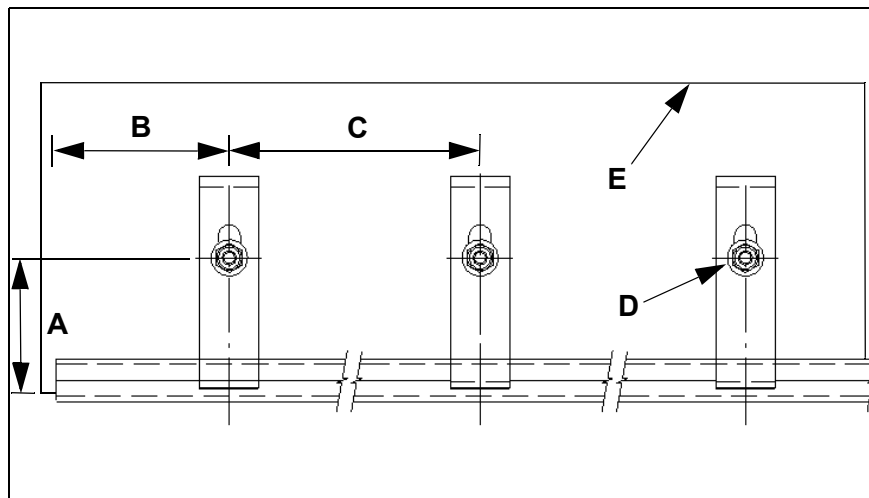

Abb. 2: Vue latérale des positions des embases d'angle
2. Tracer une ligne de 162 mm (180 mm pour un angle de courbure de 45°) sur la paroi de rampe (E, fig. 2) parallèle au-dessus de l'arête inférieure de la paroi de rampe (A, fig. 2).
2. Placer un marquage tous les 305 mm (C, fig. 2) le long de cette ligne, à partir de 150 mm (B, fig. 2) avant la fin de la paroi de rampe.
3. Souder les goujons à souder M12 à la verticale sur ces marquages (D, fig. 2).
3. Bloquer la partie supérieure de la baguette d'étanchéité secondaire avec les embases d'angle de Martin Engineering (ou similaires) contre la paroi de rampe. Ce faisant, veiller à ce que l'angle de l'embase (page 16, fig. 2) soit placé au centre du joint latéral.